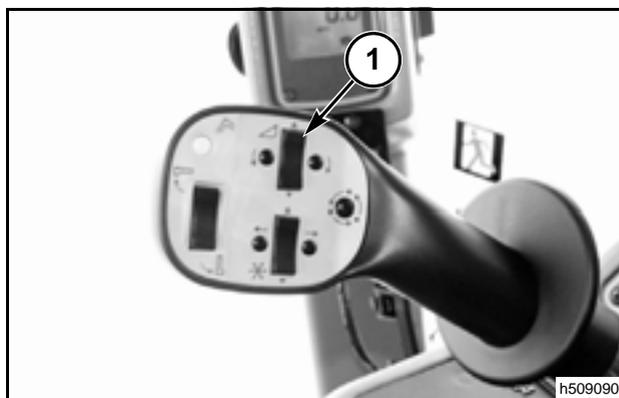

FIG. 113
FIG. 113: En el modo manual, el interruptor de altura (1) del cabezal controla la posición del cabezal y de la carcasa del embocador. En el modo automático, la tecla de altura del cabezal posibilita una anulación manual.